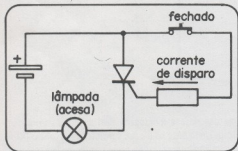

Figura 2
b) Se, agora aplicarmos uma polarização positiva ao eletrodo de comporta (gate) sinal este que pode vir através de um resistor ligado ao polo positivo da mesma fonte de alimentação, o SCR passará a conduzir intensamente a corrente. (figura 2). A lâmpada ligada em série com o circuito, que